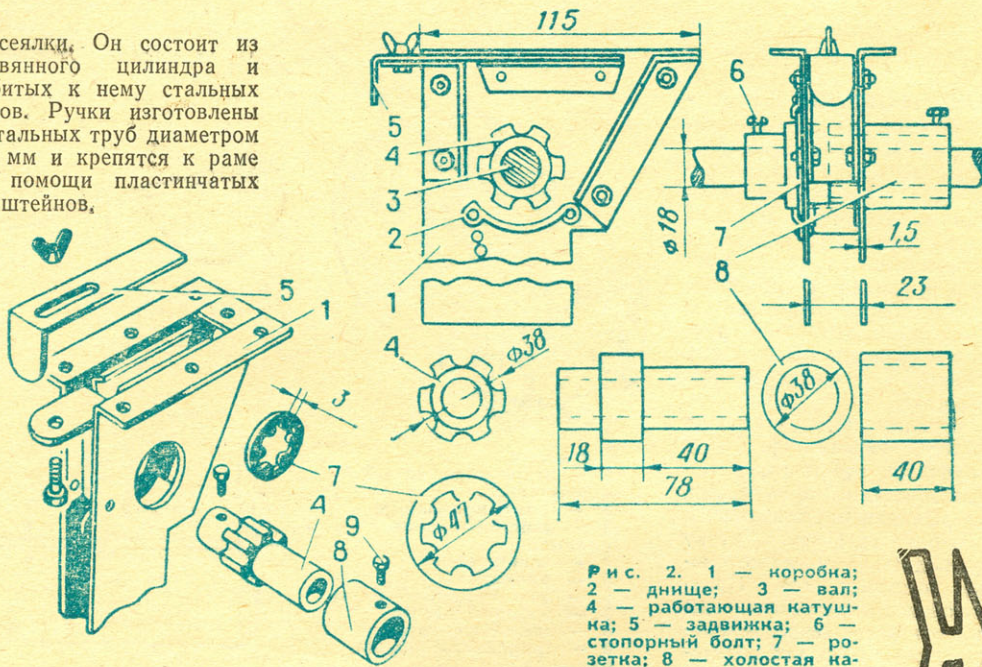

Рис. 2. 1 — коробка; 2 — днище; 3 — вал; 4 — работающая катушка; 5 — задвижка; 6 — стопорный болт; 7 — розетка; 8 — холостая катушка; 9 — стопорный болт.
**ВЫСЕВАЮЩИЙ АППАРАТ** (рис. 2) состоит из коробки, рабочей и холостой катушек, розетки, поворотного днища и задвижки. Коробка изготовлена из листовой стали, и ее отдельные части соединены болтами. Боковые стенки удлинены и образуют кронштейны для крепления сошника.